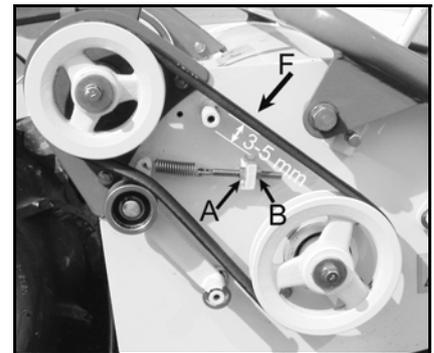

Figura 21
- Premere la cinghia con il dito in posizione mediana tra le 2 pulegge (F, Figura 21): la cinghia deve flettere di circa 3 ~ 5 mm. In caso contrario, registrare la tensione della cinghia mediante i dadi "A" e "B".